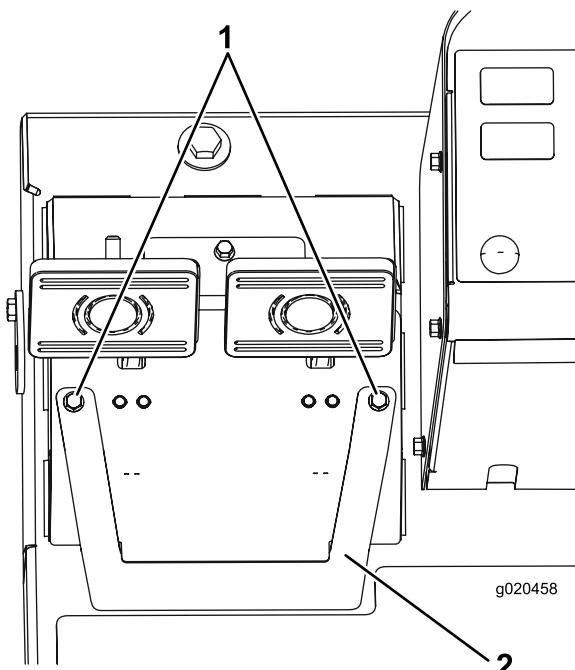

Figura 66
- A. Desaperte os 2 parafusos de montagem e retire a cobertura de ajuste do travão (Figura 66).